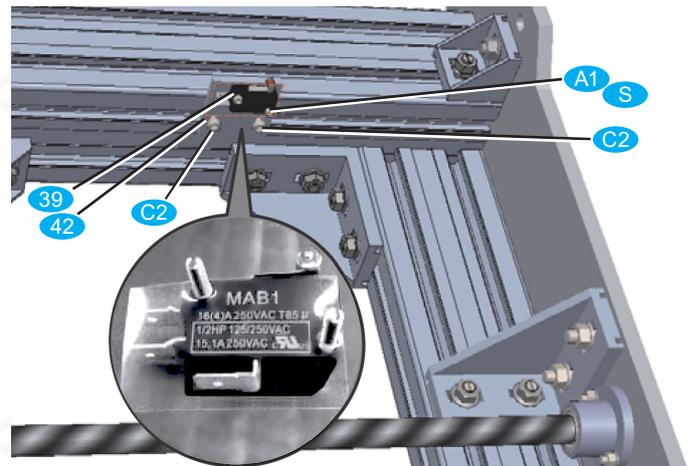

Bild 14: Lage und Montage des X-Referenzschalters
- Schalterträger X wie in Bild 14 dargestellt an der Festlagerseite des Grundrahmens ansetzen, dabei Hammermutter in die T-Nut des Alu-Profils einfädeln.
- Beilagfolie zwischen Referenzschalter **39** und Schalterträger X legen. Referenzschalter wie in Bild 14 gezeigt mit Zylinderschrauben M3x16 **A1** und Unterlegscheiben 3,2 **S** verschrauben.